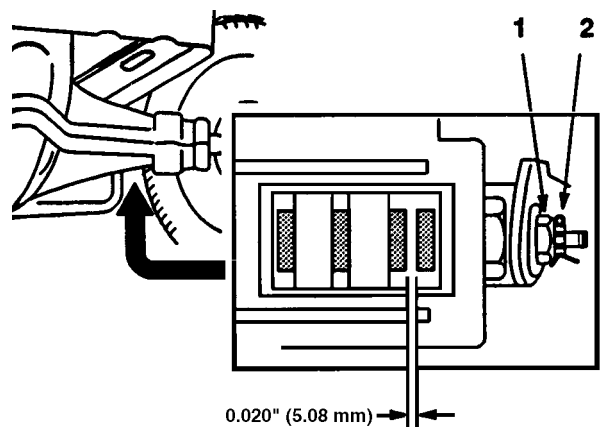

Fig. 17
3. Bremsen justeres ved at fjerne splitpinden og løsne bremsejusteringsmøtrikken en anelse (fig. 17).
4. Sæt forsigtigt et 5,08 mm følerblad ind mellem de to yderste bremseklodser (fig. 17).